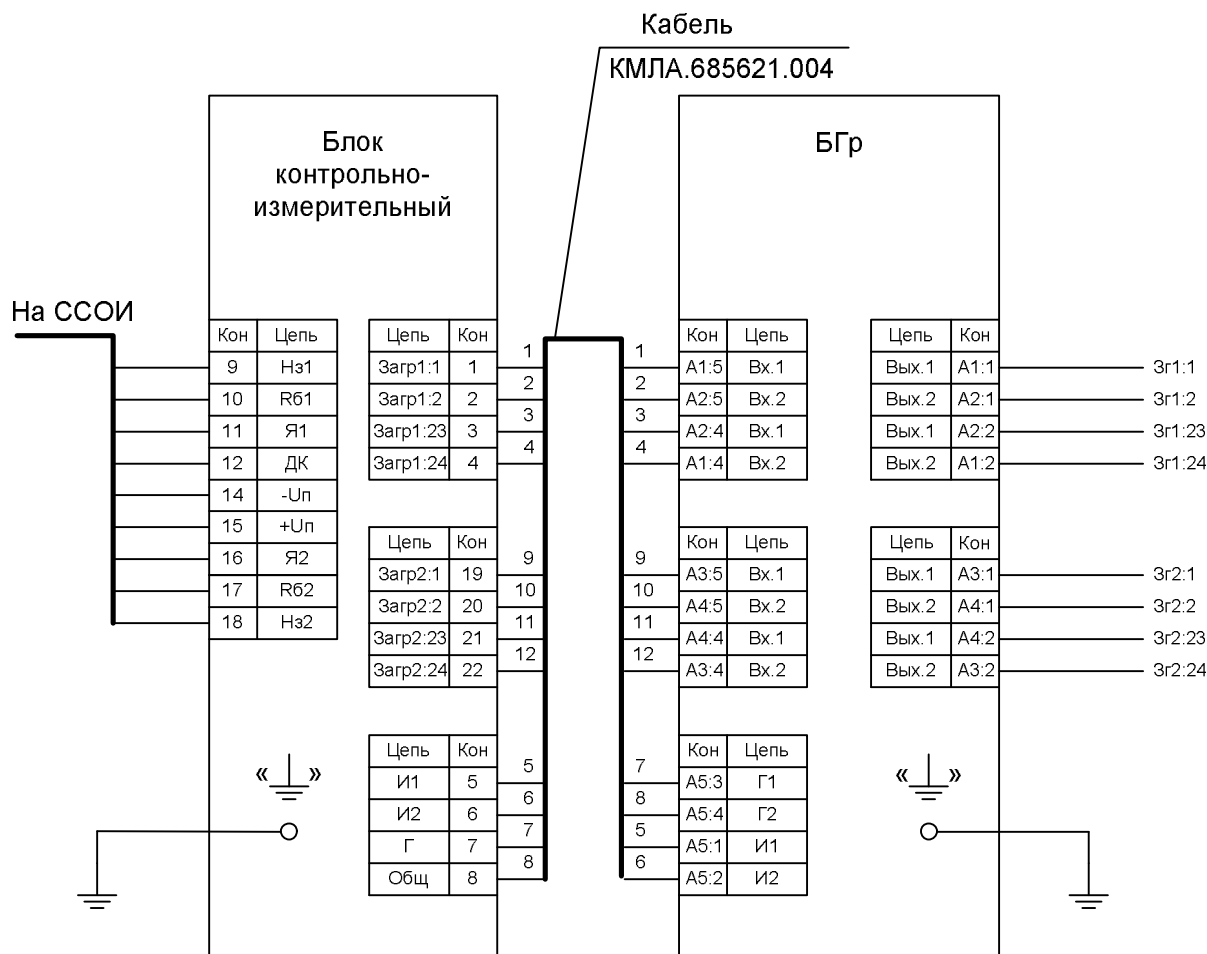

Рисунок 2.1. Схема соединения блоков СО «РАЗРЯД-1».
2.4.1.2 Включить электропитание СО. Снять крышку БКИ и проконтролировать напряжение питания СО на контактах 14 и 15 БКИ (см. рисунок 2.1) при помощи тестера (в режиме измерения постоянного напряжения). Измеренная величина с учётом эксплуатационного запаса должна быть в пределах 23 - 30В. В процессе эксплуатации СО напряжение питания должно соответствовать значениям, приведенным в таблице 1.1.